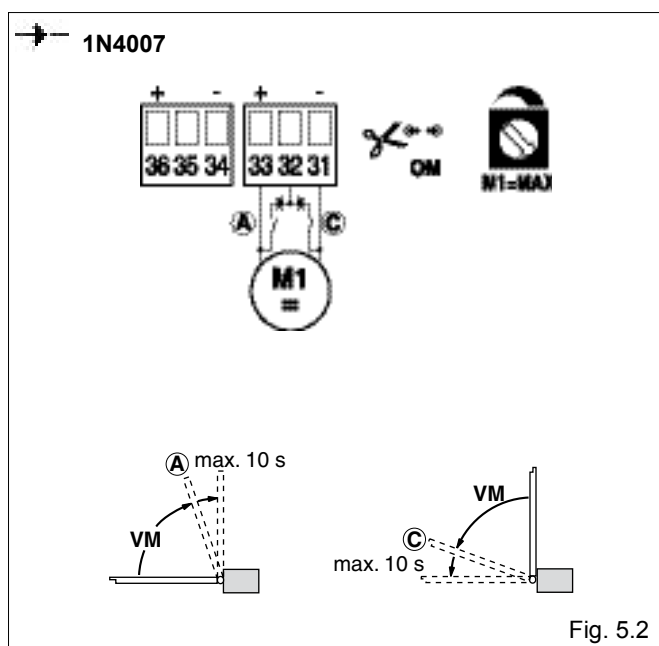

Fig. 5.2
- (Fig.5.2)**Gebruik met vertragingseindeloop schakelaars**